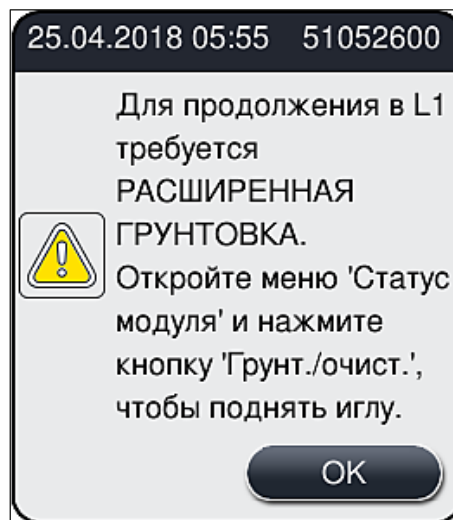

Рис. 99
2. Ознакомьтесь с информационным сообщением, появившимся после (→ Рис. 99), и подтвердите его нажатием на **OK**.